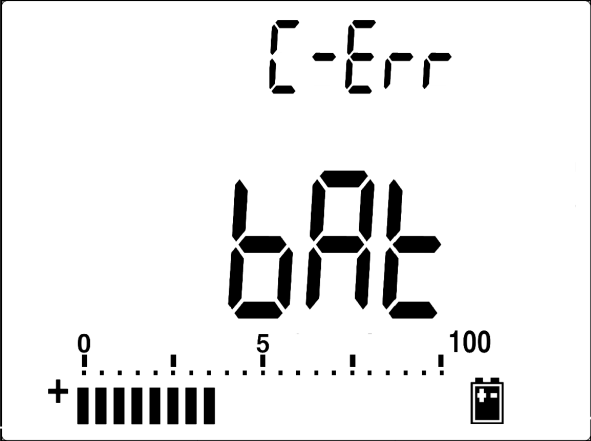

Figura 5-3 Prueba automática
- 5 Tras presionar el botón **SHIFT** o de inicio automático, el medidor realizará una prueba automática para controlar si la batería es recargable o no. La prueba automática demora entre 2 y 3 minutos. Trate de no presionar ningún botón durante la prueba. Aparece un mensaje como se muestra en la Figura 5-3.